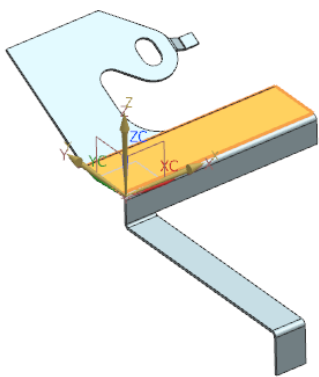
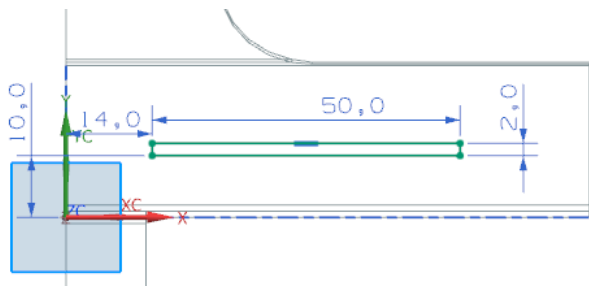

图 4-132 选择草图工作平面
图 4-133 绘制草图
(3) 在视图区选择如图 4-132 所示的平面为草图工作平面, 单击按钮, 进入草图绘制环境, 绘制如图 4-133 所示的草图。